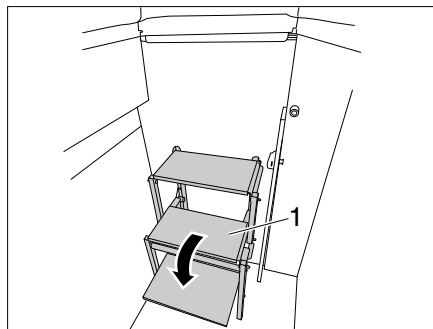

Fig. 62 Déployer le marchepied
- Déployer le marchepied (Fig. 62,1).
- Replier le marchepied (Fig. 62,1).